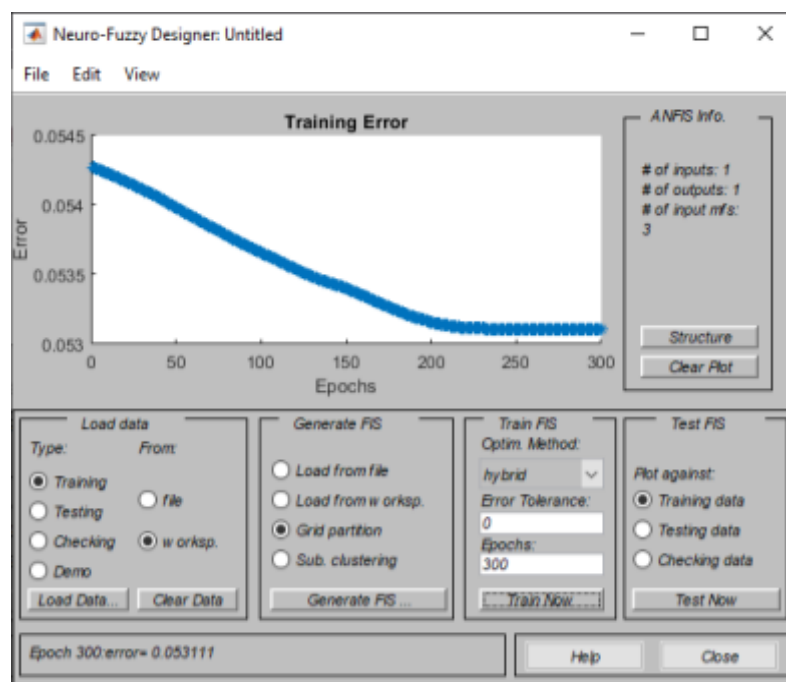

Figura 31. Entrenamiento terminado.
4. Entrenar el sistema. En el apartado *Train FIS* hemos elegido como *Optim. Method* la opción *hybrid*, la tolerancia de error (*Error Tolerance*) la mantenemos en 0 y en el número de *Epochs* ponemos 300. Decidimos este número de Epochs porque es cuando el entrenamiento no disminuye su error y se mantiene constante. Una vez configurados todos los parámetros pulsamos *Train now* y se espera hasta que termine de entrenar. Cuando llega al epoch número 300 el entrenamiento ha finalizado con un error de 0.053111 y se muestra la ventana de la Figura 31.